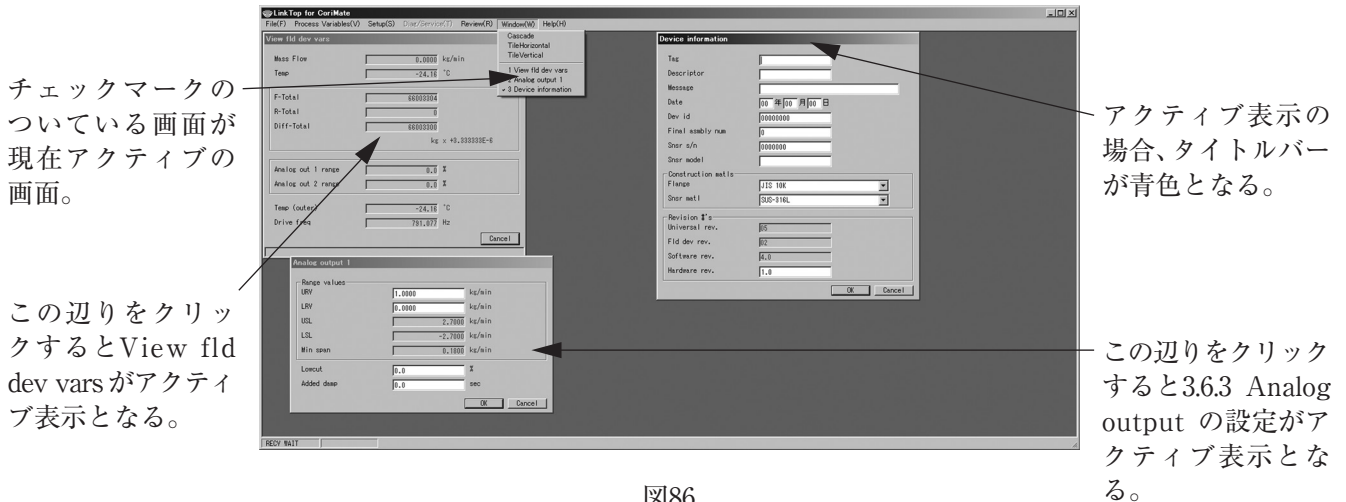

図86
- ① 画面上に図86のように3つのメッセージボックスが表示されている場合、メニューの「Window(W)」をクリックすると、現在画面上に表示されているメッセージボックスの名前が表示され、アクティブ表示となっているメッセージボックスにはチェックマークがつきます。
- ② ここで、アクティブ表示にしたいウィンドウ名をクリックするとそのメッセージボックスがアクティブ表示となります。
- ③ アクティブ表示、非アクティブ表示の切替は別の方法でも行えます。画面上でアクティブ表示にしたいメッセージボックスのどこかをクリックすれば、そのウィンドウがアクティブ表示となります。図86を参照してください。